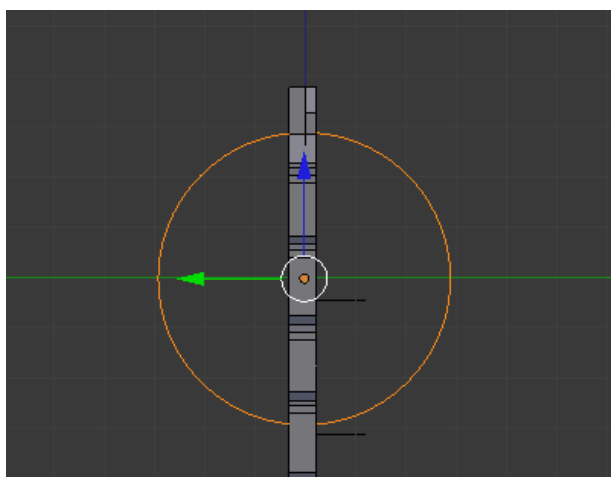

Figura 5.71
2. Insira um objecto do tipo **Bezier Circle**, [**Shift**]+[**A**] > **Curve** > **Circle**, e rode-a de 90° sobre yy, figura 5.71.